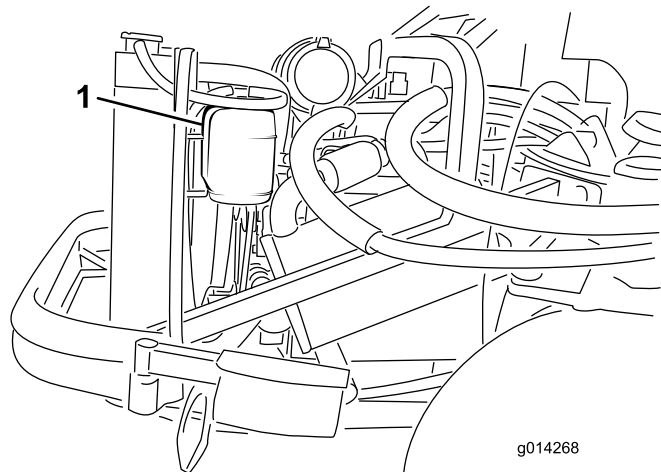

Figura 45
1. Controllate il livello di refrigerante nel serbatoio di espansione (Figura 45). Il livello di refrigerante deve essere compreso tra i segni previsti sul lato del serbatoio.